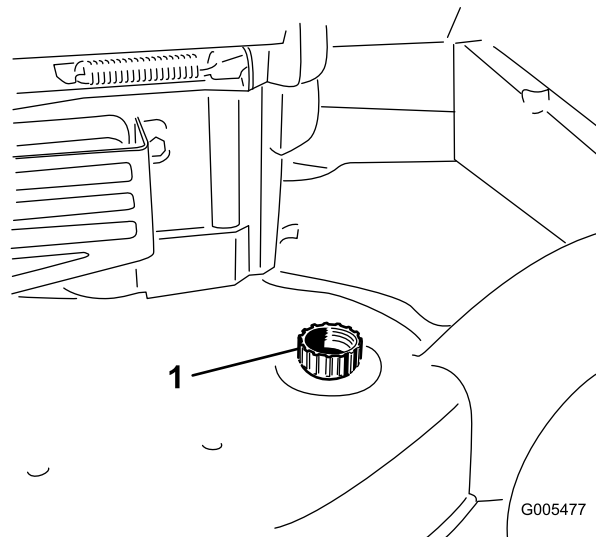

Figura 42
3. Collegate una canna da giardino al rubinetto dell'acqua e al foro di lavaggio (Figura 42).